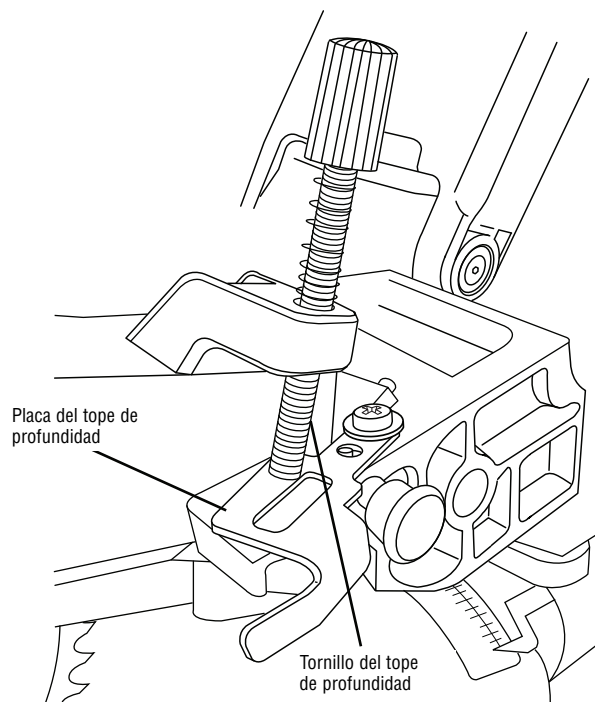

Figura 17
2. Jale la placa del tope de profundidad hacia fuera alejándola del cabezal de la sierra (vea la figura 17).